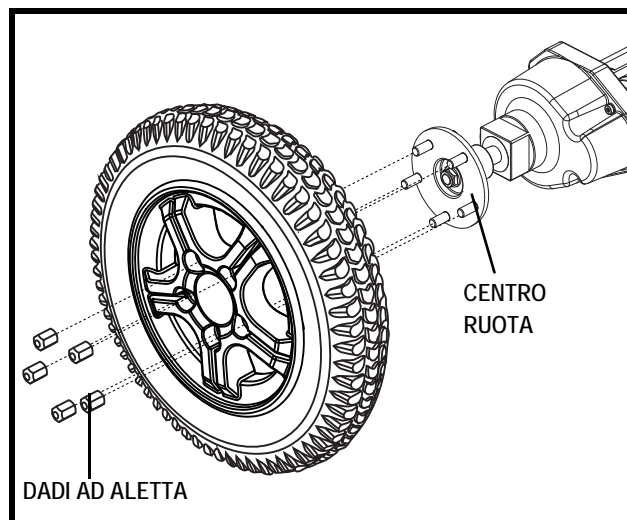

Figura 19. Rimozione di ruote a gomma solida
4. Rimuovere i dadi ad aletta. **Vedere figura 19.**
9. Inserire la nuova ruota sull'asse. **Vedere figura 19.**